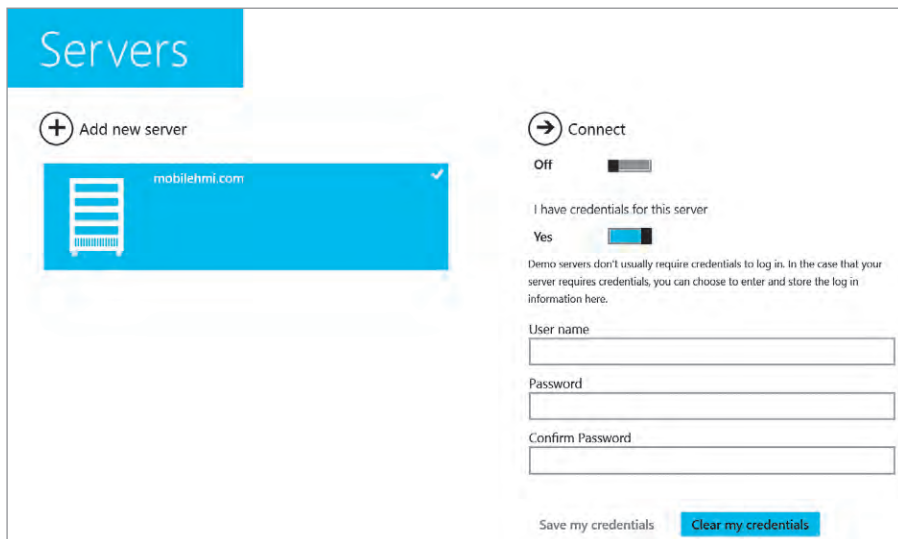

Рис. 9. Страница Servers в MobileHMI
2. Вы сразу же окажетесь на странице Servers (Серверы), как это показано на рис. 9. На этой странице вы можете выбрать сервер, к которому следует под-